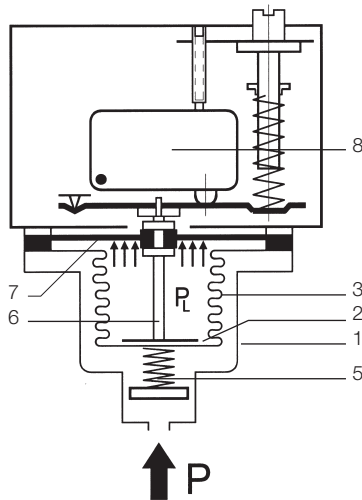

Bild 1
- Durch einen selbstüberwachenden Drucksensor, der so konstruiert ist, dass ein Bruch im mechanischen Teil des Messwerks zu einer Abschaltung nach der sicheren Seite führt (siehe Bild 1).
Bild 1 zeigt das Schnittbild eines Drucksensors, der die Anforderungen an besondere Bauart erfüllt. Die Messkammer ist begrenzt durch Gehäuse (1), Boden (2) und Messbalg (3).